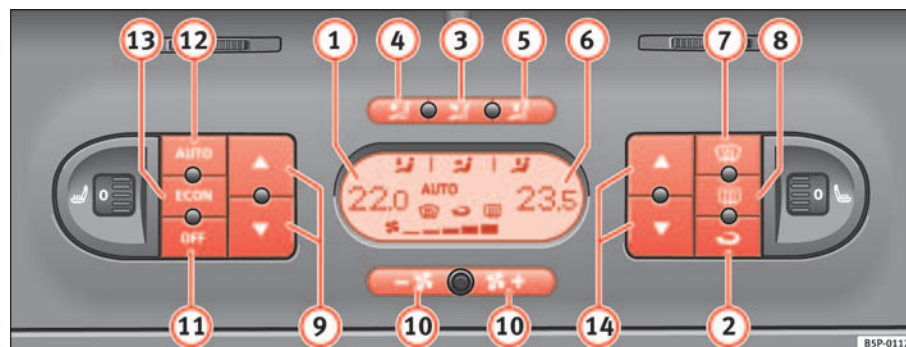

Fig. 126 Mandos del 2C-Climatronic en el tablero de instrumentos
- Pulse las teclas de regulación de temperatura ⇒ página 163, fig. 126 ⑨ ó ⑭ para ajustar la temperatura del lado izquierdo y derecho respectivamente.
- Pulse la tecla  ⇒ **página 163, fig. 126.** Aparece “AUTO” en el display.